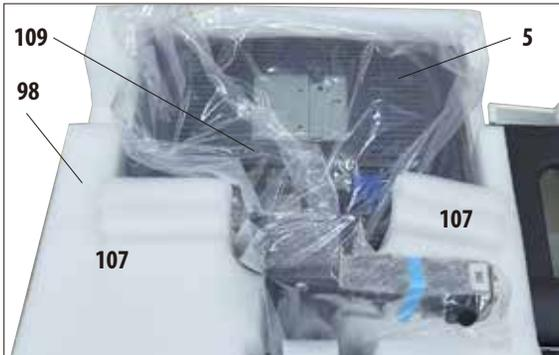

Abb. 12
- Der Monitor (5) ist mit einer Schutzhülle (109) aus Plastik versehen und liegt mit dem Bildschirm nach unten in einem Formpolster aus Schaumstoff (98) neben der Retorte (Abb. 12).
- Zuerst die beiden Schaumstoffteile (107) neben der Konsole herausnehmen (Abb. 12). Danach kann die Schutzhülle abgenommen werden.